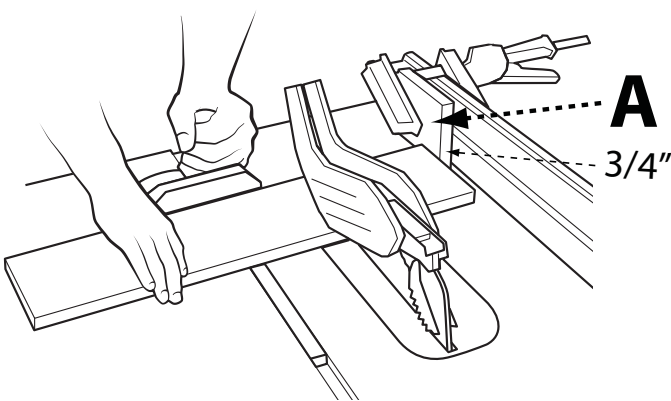

FIGURA 23
Cuando haga cortes cruzados de un cierto número de piezas a la misma medida, puede amarrar un bloque de madera (A) a la guía de corte como se muestra en la Figura 23, y usarla como guía para el trozo de madera a descartar y que éste no quede atrapado entre el disco y la guía. Una vez haya elegido la longitud del descarte, fije la guía y use la regla de ingletes para empujar la pieza contra el disco.